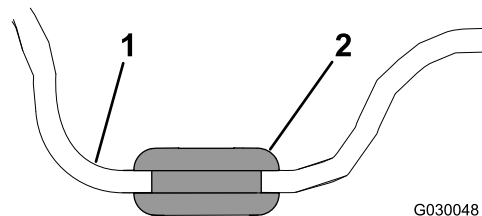

図 4
1. 日よけのボルト穴4個のそれぞれに、ハトメを取り付ける 図 4。